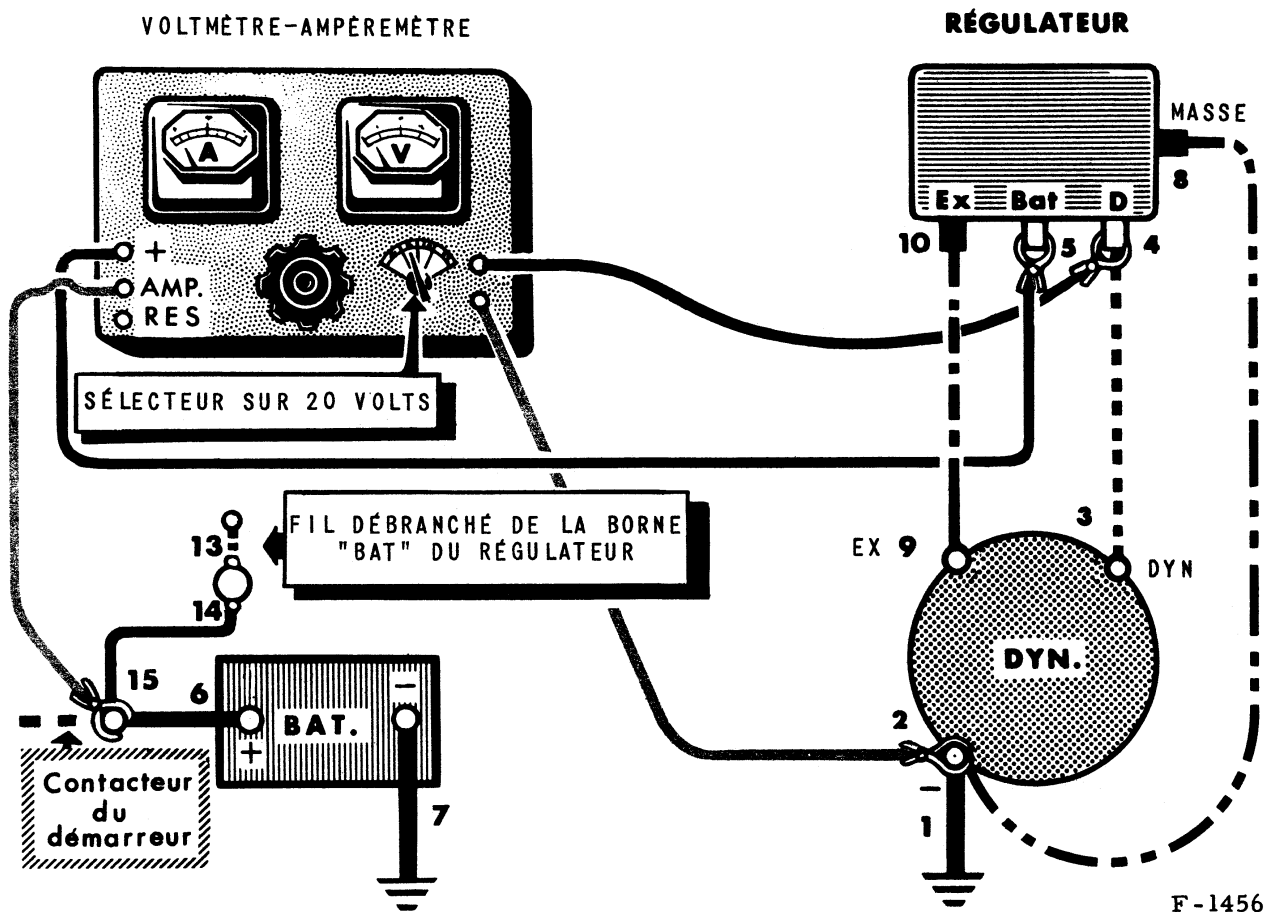

Fig. 13. — Vérification sommaire du régulateur à l'aide du voltmètre ampèremètre.
- Réaliser le branchement suivant la figure 13.